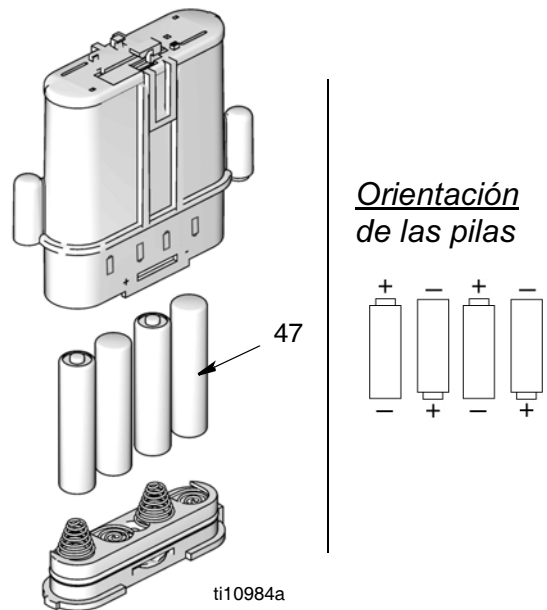

FIG. 37
- Asegúrese de respetar la polaridad correcta cuando instale pilas en el compartimento de pilas (FIG. 37). Unas pilas mal colocadas pueden provocar daños al contador.
- Instale nuevas pilas. Consulte FIG. 37 para ver la orientación de las pilas.